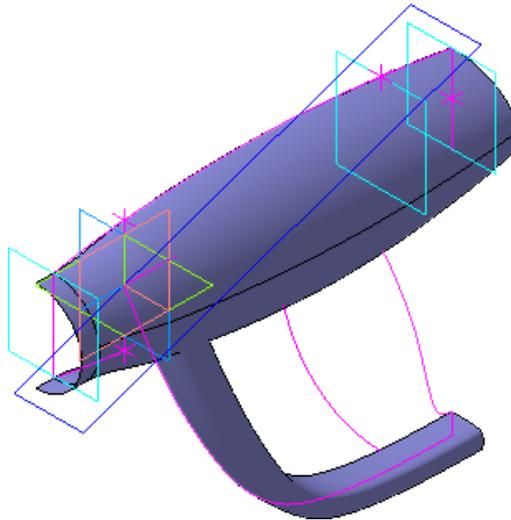

Рисунок 27.
- Нажмите кнопку Создать объект  (рис. 27).